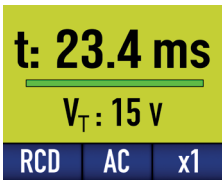

Abb. 4
- Der grüne Balken bedeutet, dass die Prüfung ordnungsgemäß durchgeführt wurde. V_T ist die Berührungsspannung (Abb. 4).